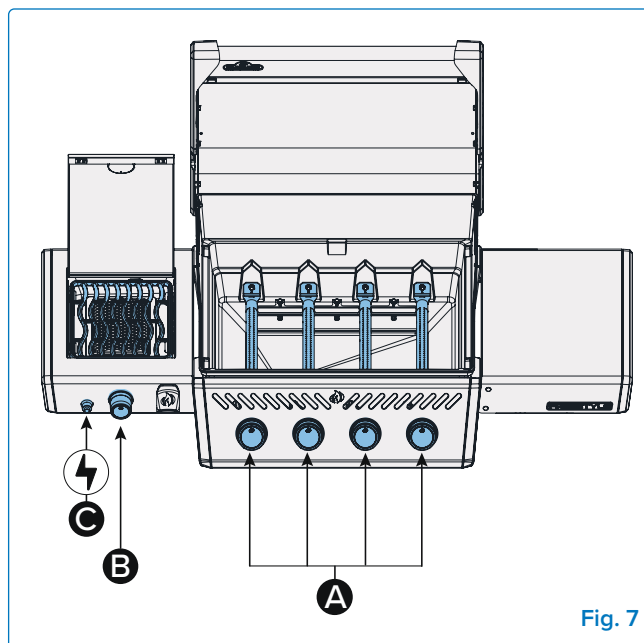
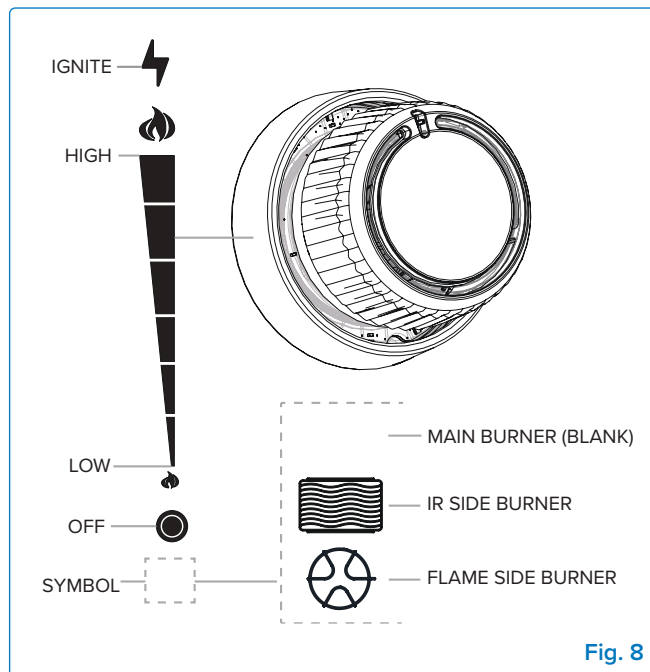

Fig. 7
Fig. 8
1. Ouvrez le couvercle du barbecue (**Fig. 7**).
2. Appuyez et tournez lentement n'importe quel bouton du brûleur principal dans le sens antihoraire jusqu'à la position HAUTE jusqu'à ce que la veilleuse s'allume. Continuez à appuyer sur le bouton de commande jusqu'à ce que le brûleur s'allume, puis relâchez-le (**Fig. 7-A, Fig. 8**).
2. Appuyez sur le bouton du brûleur latéral et tournez-le lentement dans le sens inverse des aiguilles d'une montre jusqu'à la position HIGH (HIGH) jusqu'à ce que l'étincelle allume le brûleur **(Fig. 7-B, Fig. 8)**.
2. Appuyez sur le bouton du brûleur latéral et tournez-le lentement dans le sens inverse des aiguilles d'une montre jusqu'à la position HIGH **(Fig. 7-B, Fig. 8)**.
3. Appuyez sur le bouton d'allumage et maintenez-le enfoncé jusqu'à ce que le brûleur s'allume, ou allumez-le à l'aide d'une allumette **(Fig. 7-C)**